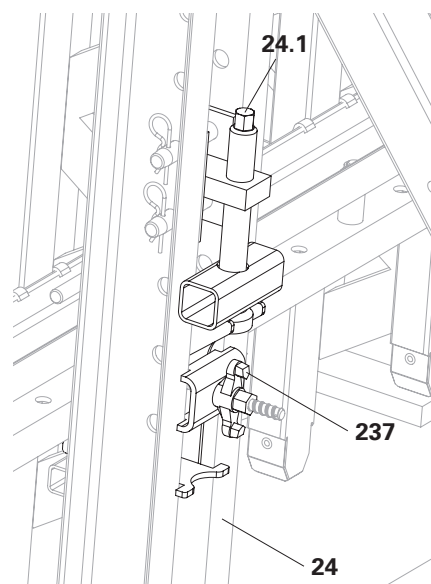

Fig. C5.05
1. Allentare i dadi ad alette DW 15 (237).
3. Serrare i dadi ad alette DW 15 (237).
- La regolazione dei due alberi regolabili ACS viene eseguita uno dopo l'altro. (Fig. C5.05)
2. Spostare la cassaforma contro la trave di rinforzo (24) tramite la leva.
3. Serrare i dadi ad alette DW 15 (237). (Fig. C5.05)